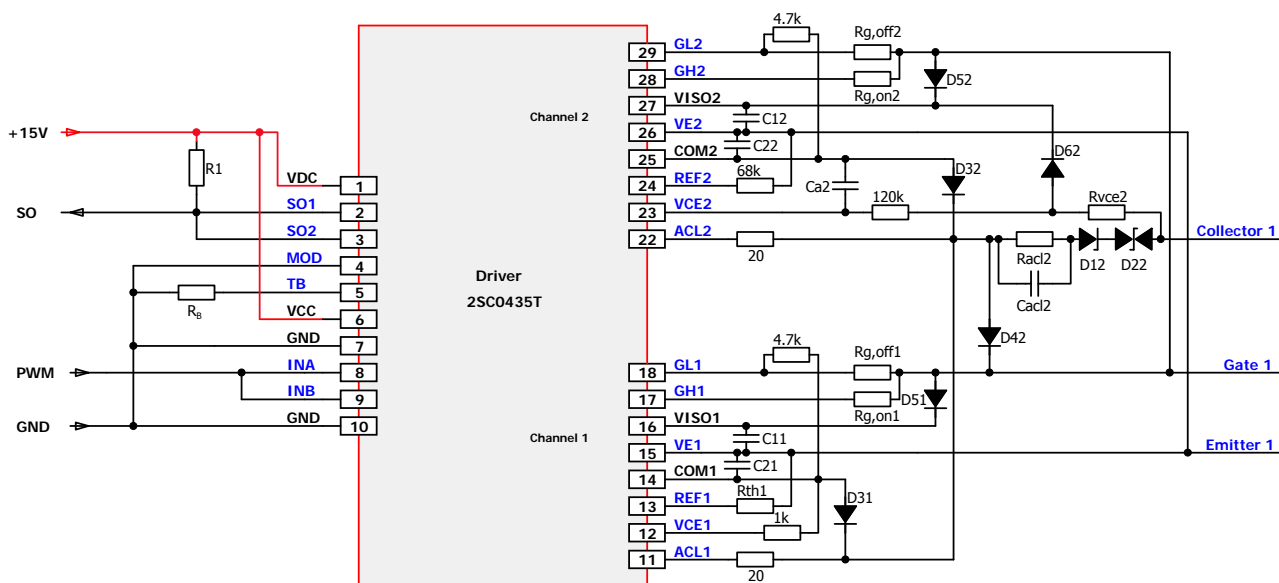

图23 将双通道驱动器并联成单输出 (2SC0435T示例)
建议按照下面的方式和图23中的电路，以将两个驱动通道合并到一个逻辑通道 (不包括2SC0108T)：
- 有源钳位在驱动器关断IGBT时控制推动级的关断MOSFET，因此，两个通道的高级有源钳位引脚ACLx都必须按照图23所示连接到 $20\Omega$ 电阻 (在2SC0635T上必须省略 $20\Omega$ 电阻和 $D_{3x}$ ，因为这些元件已存在于驱动核中)。